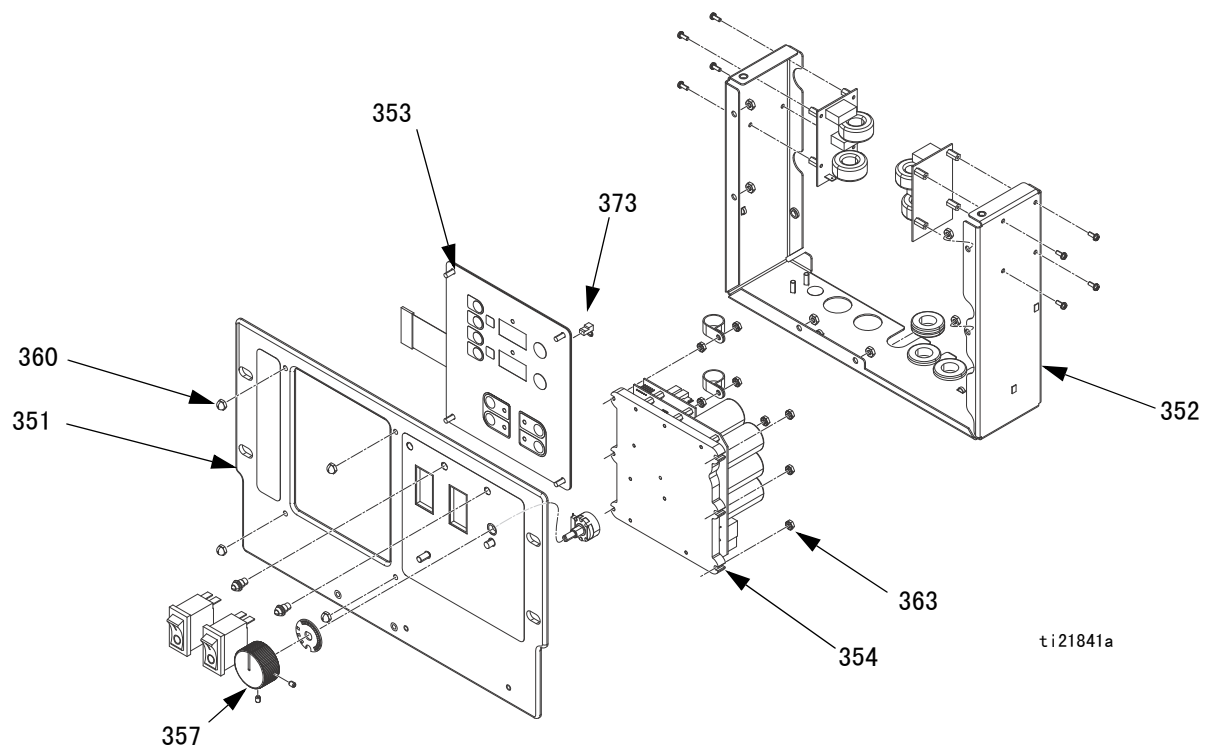

图 10: 控制面板
4. 断开温度显示窗（353）右上角的主显示窗电缆（81）。参见图 10。
6. 从显示窗的背面断开带状电缆（R）的连接，参见图 10。
8. 拆开显示窗（353），详图请参见图 10。
9. 按相反次序重新组装，请参见图 10。在所示位置涂抹中等强度的螺纹密封剂。
4. 卸下六个螺母（363），从控制板（354）上拆下电路板。参见图 10（第 44 页）。